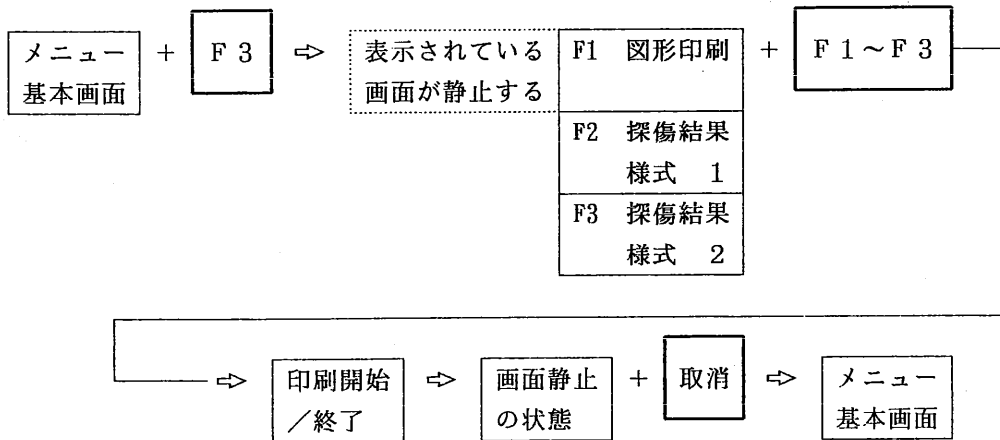

図 6.2.19 表示器上の図形印刷の方法
- ① メニュー基本画面が表示されているとき、選択キー [F 3] を1回押すと、表示器上の図形は静止し、メニューエリアには図 6.2.19 に示す選択メニューが表示されます。
- ② 印刷を必要とする印刷様式に従って、選択キー [F 1～F 3] を1回押して図形印刷を選択します。表示器に表示されている探傷図形や周波数分析結果だけが印刷されます。印刷が終了すると、静止画面の状態のままになります。
- ③ 静止画面の状態を解除する時は、取消キーを1回押します。